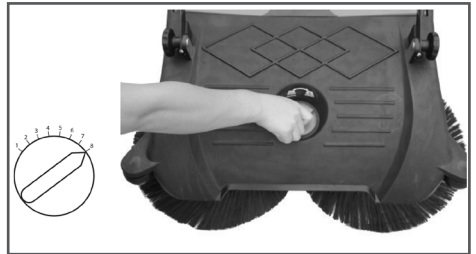

Рис. 7 Положение ручки регулятора высоты установки щеток
1. Установите ручку регулятора высоты установки щеток (Рис. 7) в крайнее правое положение.